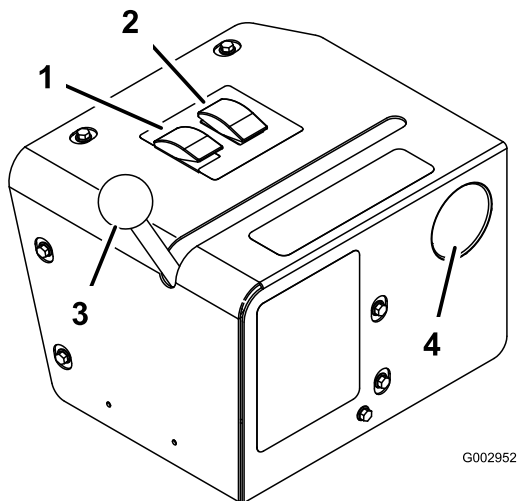

Bild 34
5. Stellen Sie den Sprühauswahlschalter auf die Handsprühstellung (Bild 34).
- Schieben Sie den Ventilsteuerhebel nach vorne in die Handsprühstellung (Bild 34).
- Stellen Sie den Dosierungssteuerschalter und die Gasbedienung ein, um den Druck (der am Druckmanometer angezeigt wird) auf die gewünschte Einstellung zu erhöhen oder zu vermindern (Bild 34).